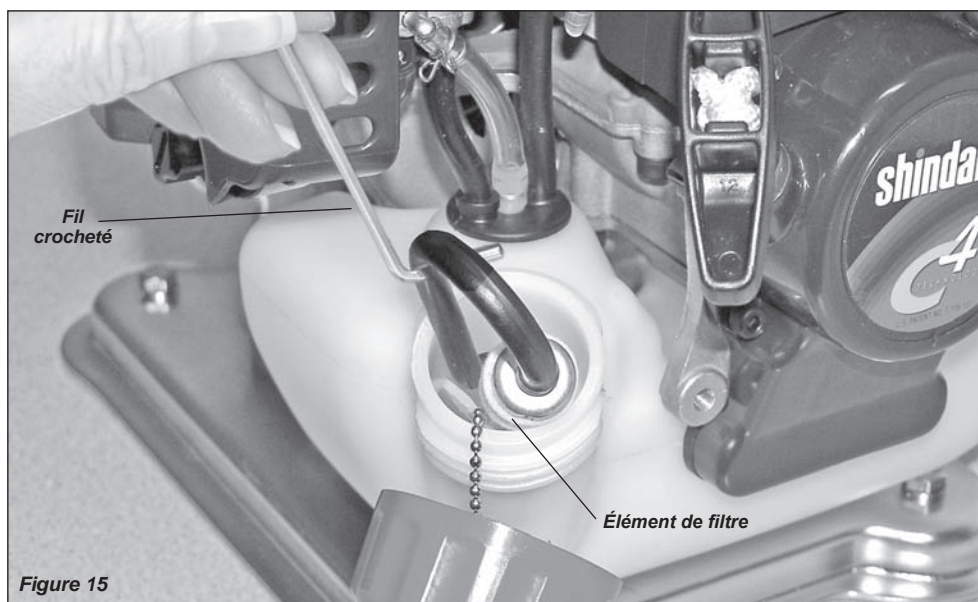

Figure 15
2. Utiliser un fil croché pour extraire la crépine de carburant du réservoir à essence. Voir la figure 15.